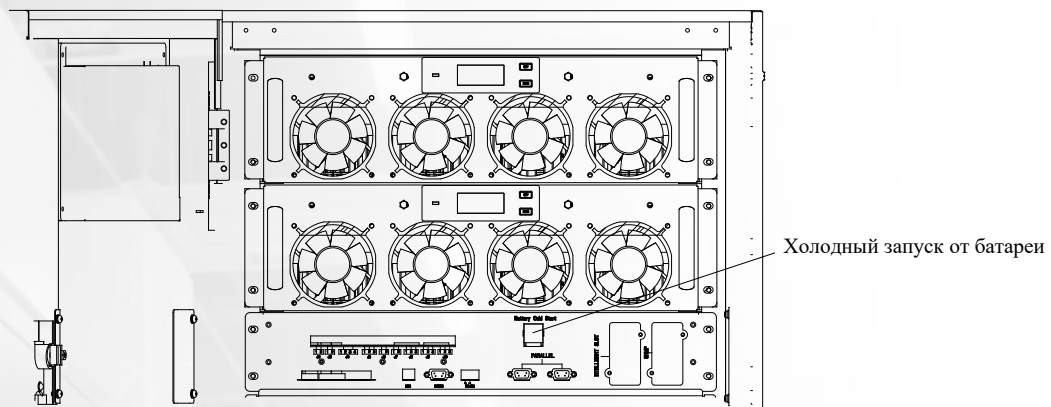

Рис. 5-1 Расположение кнопки холодного запуска от батареи
2. Нажмите красную кнопку для холодного запуска от батареи (см. рис. 5-1).